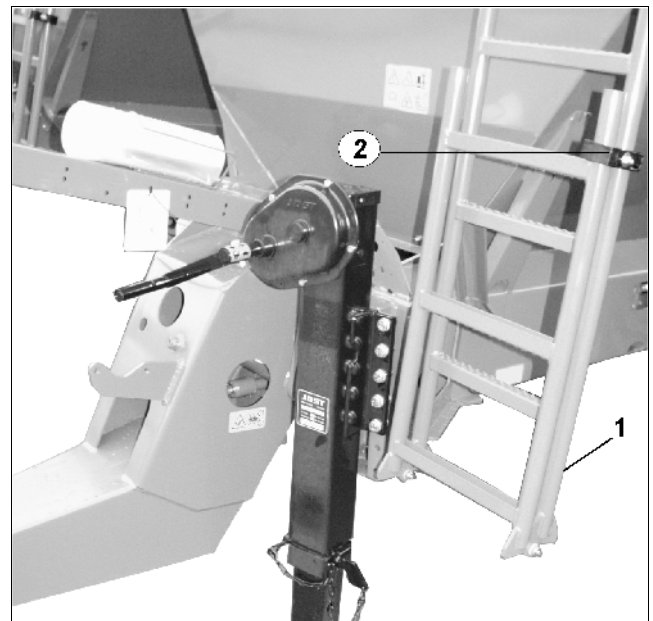

Fig. 53
- Pour nettoyer, entretenir et réparer, on accède à la caisse par l'intermédiaire de l'escabot rabattable (Fig. 53 /1)..
- soulever le collier d'arrêt (Fig. 53 /2)..
- Rabattre l'escabot (Fig. 53 /1).